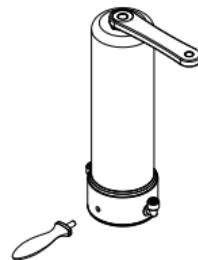

Abbildung 9
- HINWEIS:** Wenn es Ihnen schwer fällt, das Gehäuse abzuschrauben und festzuziehen, können Sie die mitgelieferten Schraubenschlüssel verwenden. (Abbildung 9).